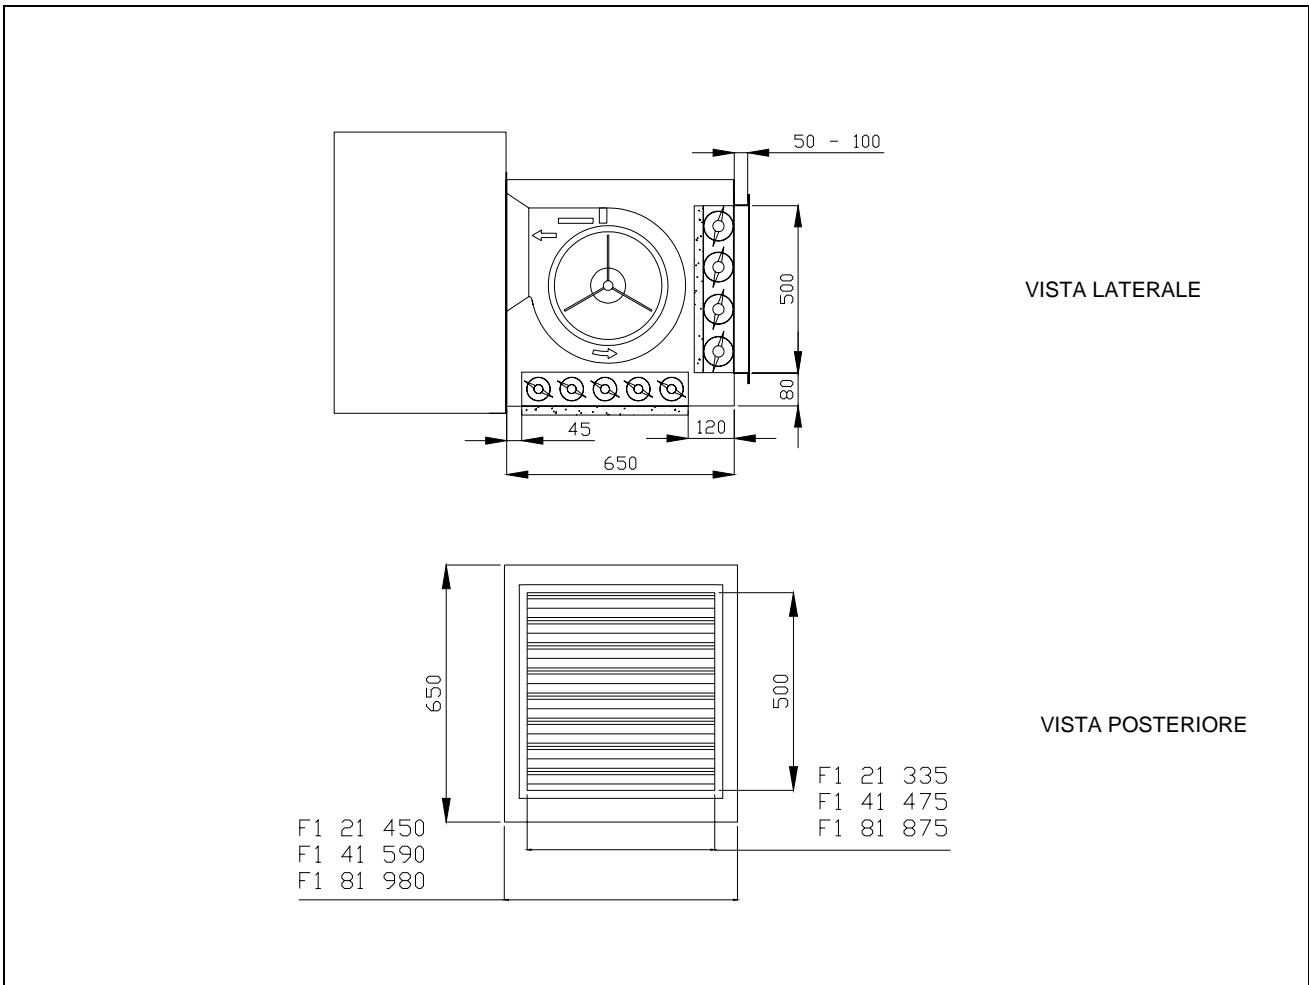

FIGURA 3 – DIMENSIONI CAMERA DI MISCELA GENERATORI SERIE F1 CM
* DIMENSIONE NON VALIDA PER I GENERATORI SERIE F1 CM: VEDERE FIGURA 3